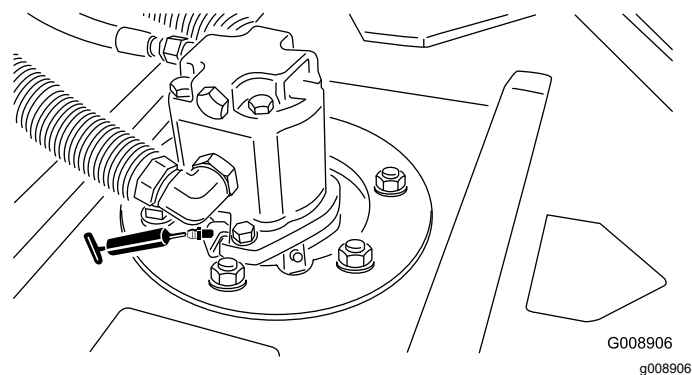

Рисунок 49
- Подшипники шпинделя режущего блока (по 2 на режущий блок) (Рисунок 49)